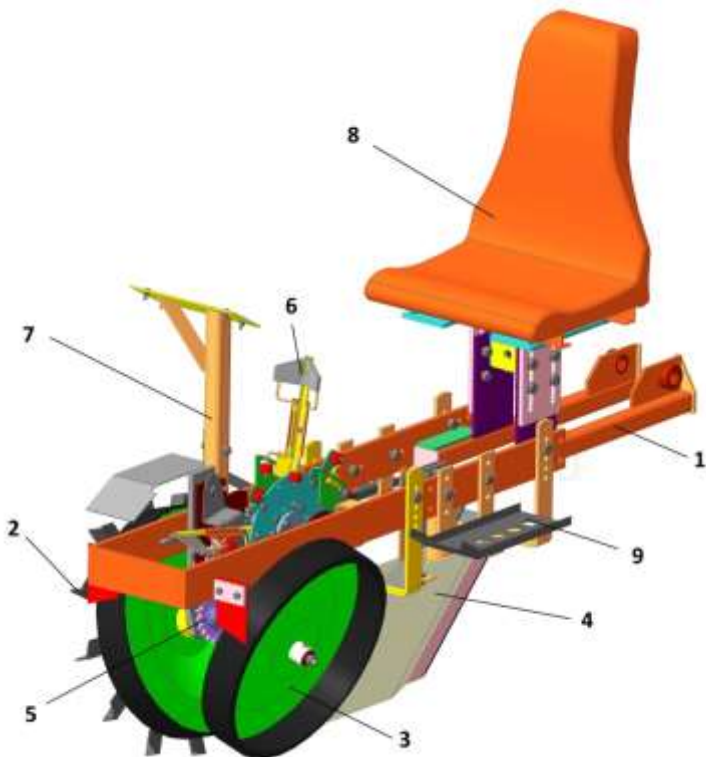

Рисунок 2 – Секция посадочная
3.5 Секция посадочная (рис. 2) представляет собой рамку 1 шарнирно крепящуюся к раме. На рамке установлены приводное 2 и опорное 3 колеса, сошник 4, механизм приводной 5, аппарат дисковый 6 с зажимами для рассады, кронштейн 7 для установки лотка с рассадой, сиденья 8 и подножек 9. Сошник и подножки можно переставлять по вертикали. Сиденье можно регулировать как по вертикали, так и в продольном направлении.